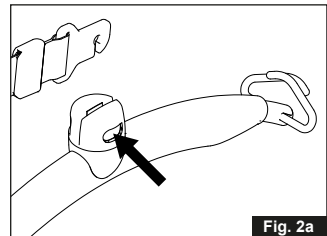

Fig. 2a
1. Druk de gele knop in en houdt deze ingedrukt terwijl u de haak van de tilriem in de opening van het juk zet (fig. 2a - 2b).